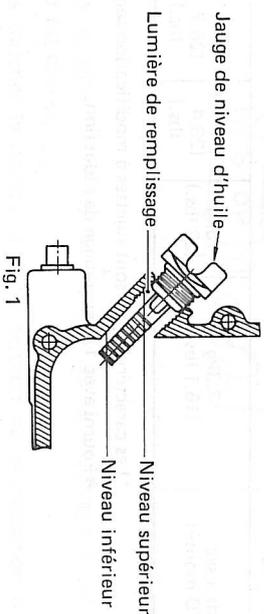

Fig. 1
1. Remplir de l'huile moteur de haut grade jusqu'au niveau supérieur, comme le montre la Fig. 1.
Pour vérifier le niveau d'huile, placer le moteur de niveau et introduire la jauge de niveau dans la lumière de remplissage comme montré ci-dessous. Ne pas visser la jauge. Si le niveau d'huile est bas, faire le plein d'huile moteur jusqu'au niveau supérieur. (Voir la Fig. 1.)
- 2) Visser le bouchon de vidange. Laisser le moteur horizontal, refaire le plein jusqu'à la lèvre du niveau supérieur comme le montre la Fig. 1 et visser la jauge de niveau d'huile. Ne pas jeter l'huile de vidange dans un égout public pour éviter toute pollution.